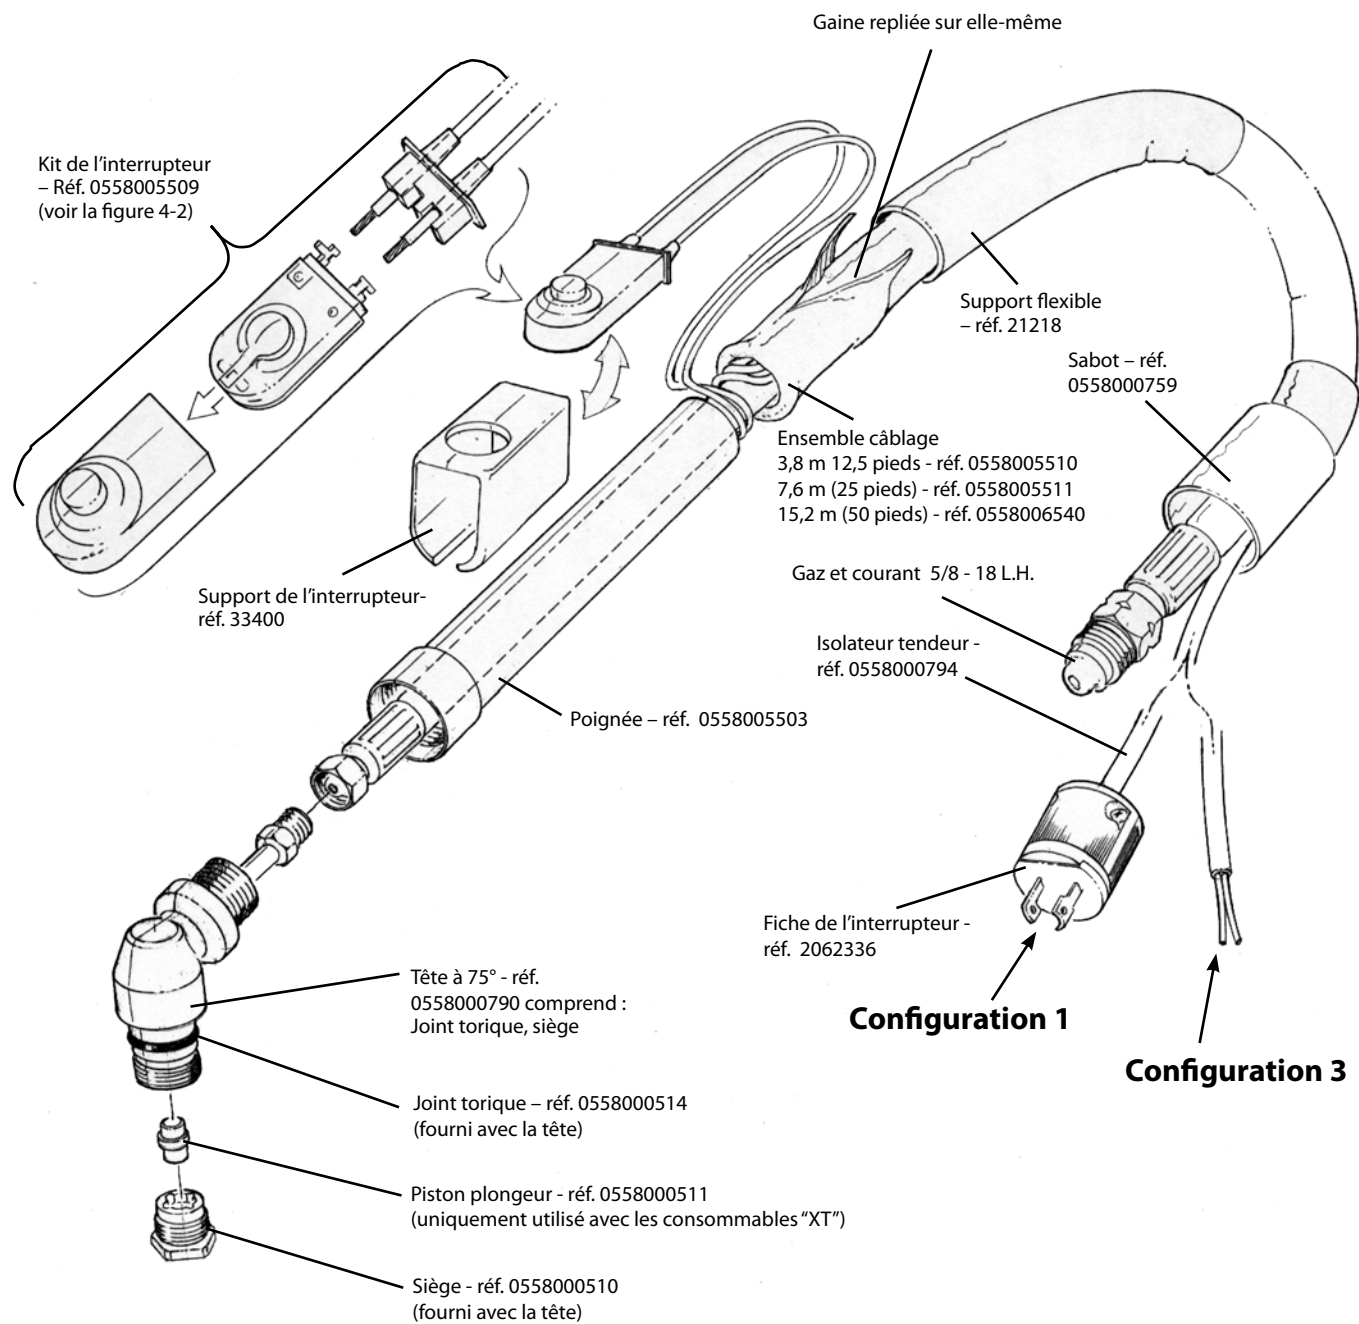

Figure 5-1. Pièces de rechange et configurations de la torche PT-31XL
1. La torche PT-31 peut être utilisé avec plusieurs unités de coupage qui exigent une modification de la configuration de connexion du déclencheur de la torche telle qu'illustrée dans la Figure 5-1 et le Tableau 5-1.